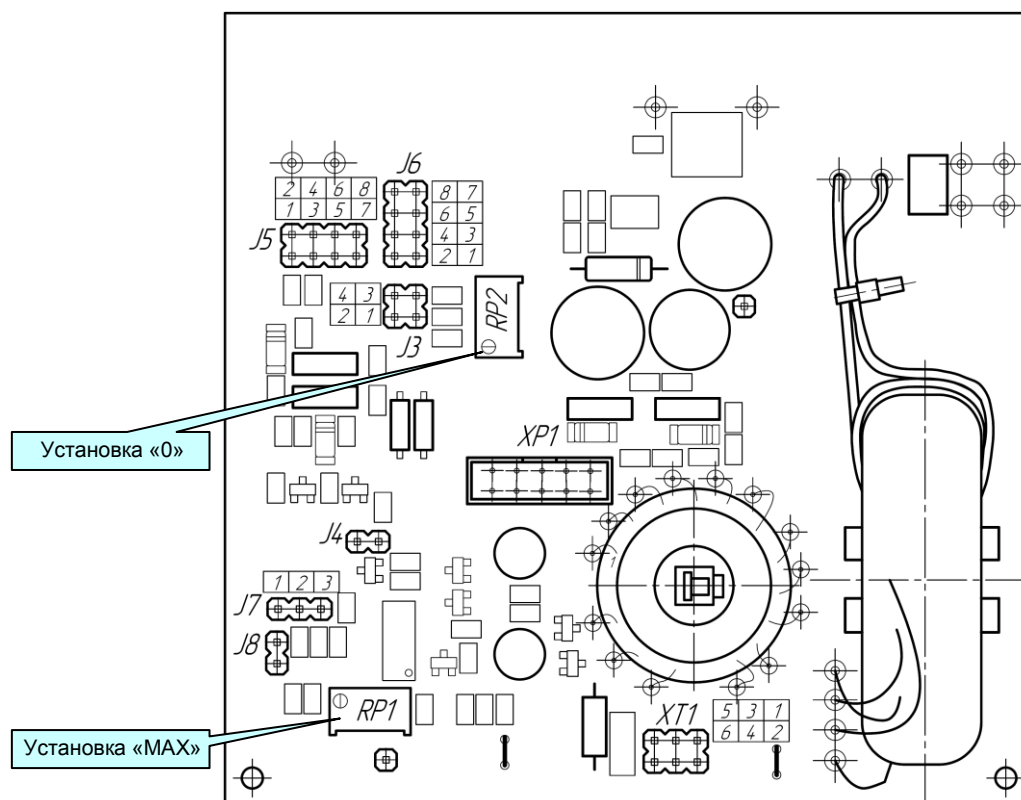

Рисунок 5.1.1 - Схема расположения органов регулирования и элементов настройки ПНС-13
5.1.6 Для переналадки блока на другие входные/выходные сигналы используйте рисунок 5.1.1 и таблицы 5.1.1 и 5.1.2.
5.1.7 Время преобразования для ПНС-13 с заводской установкой равно 6 секундам - это максимальное время, необходимое для преобразования значения входного сигнала при резком его изменении (во весь диапазон шкалы - от 0% до 100% или наоборот). Если нужно перенастроить данное время нужно изменить положение переключателей J7 и J8 (см. рисунок 5.1.1) в соответствии с таблицей 5.1.3.